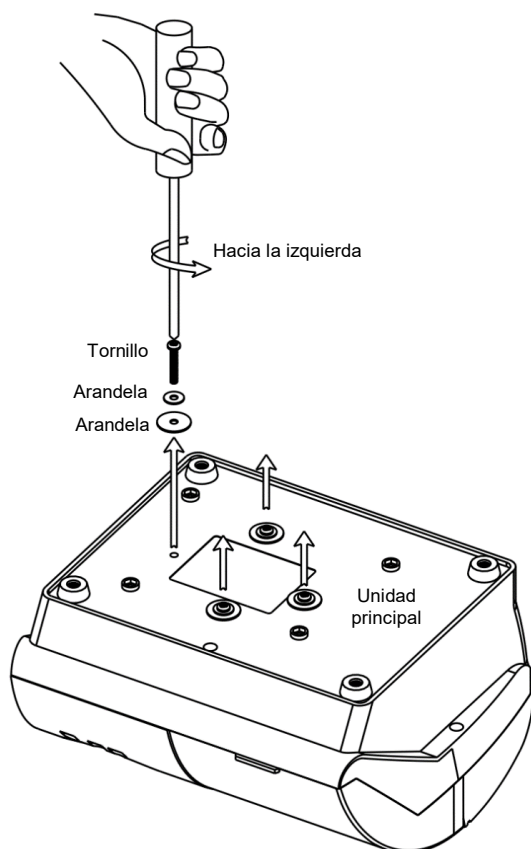

Figura 2
- 1) Extraiga la unidad principal de la caja de embalaje, dele la vuelta y colóquela encima de la mesa con una alfombrilla protectora. Tal como se muestra en la figura 2, retire los cuatro tornillos rojos de transporte con un destornillador.